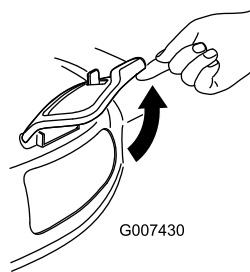

Figure 36
2. Soulevez et ouvrez le volet d'éjection latérale (Figure 36).